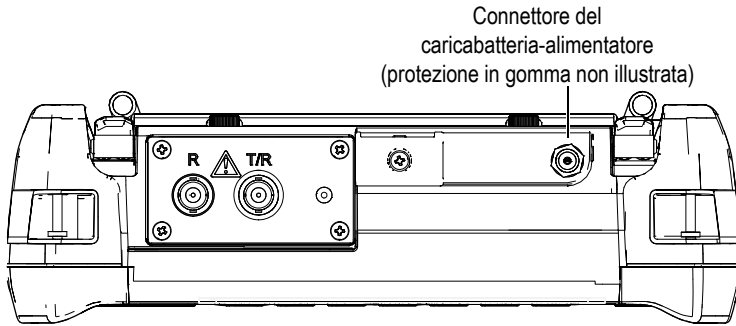

Figura 4-2 Connettore del caricabatteria-alimentatore
3. Collegare il cavo di uscita di alimentazione CC del caricabatteria-alimentatore nel connettore del caricabatteria-alimentatore (vedi Figura 4-2 alla pagina 76).